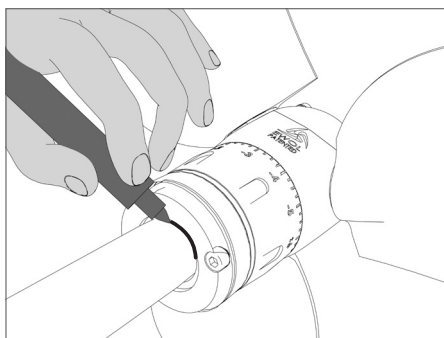

FIG. 9 | Segnare con pennarello qui sull'asse
- Marcare con un pennarello il punto massimo di calzaggió sull'asse (**Fig. 9**).